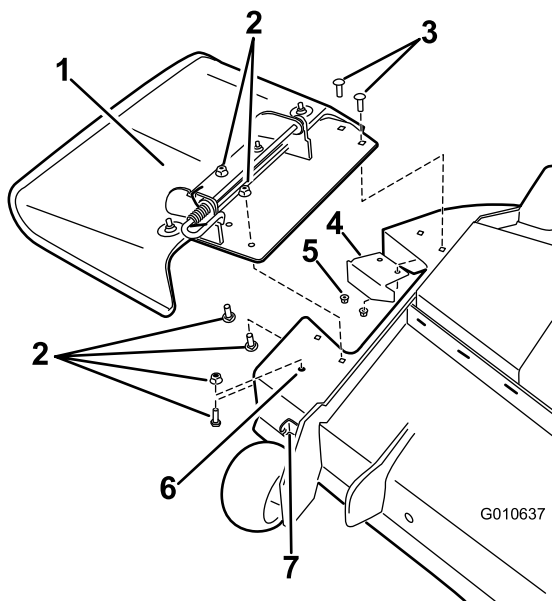
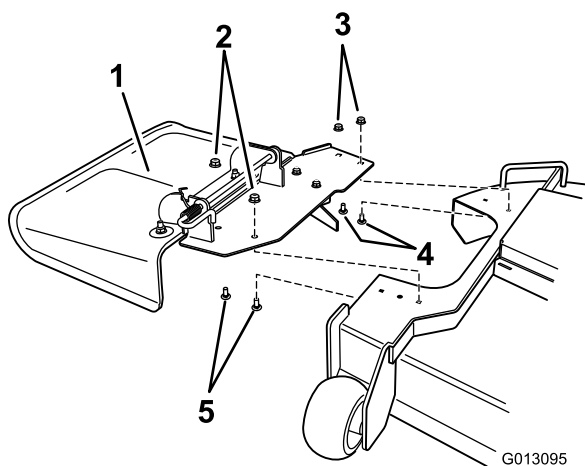

Figure 17
Figure 18
3. Posez le déflecteur d'ouverture (Figure 17).
4. Posez le déflecteur (Figure 17 et Figure 18).
5. Pour les plateaux de coupe de 54 pouces uniquement, remplacez l'écrou et le boulon dans le trou avant (Figure 17).